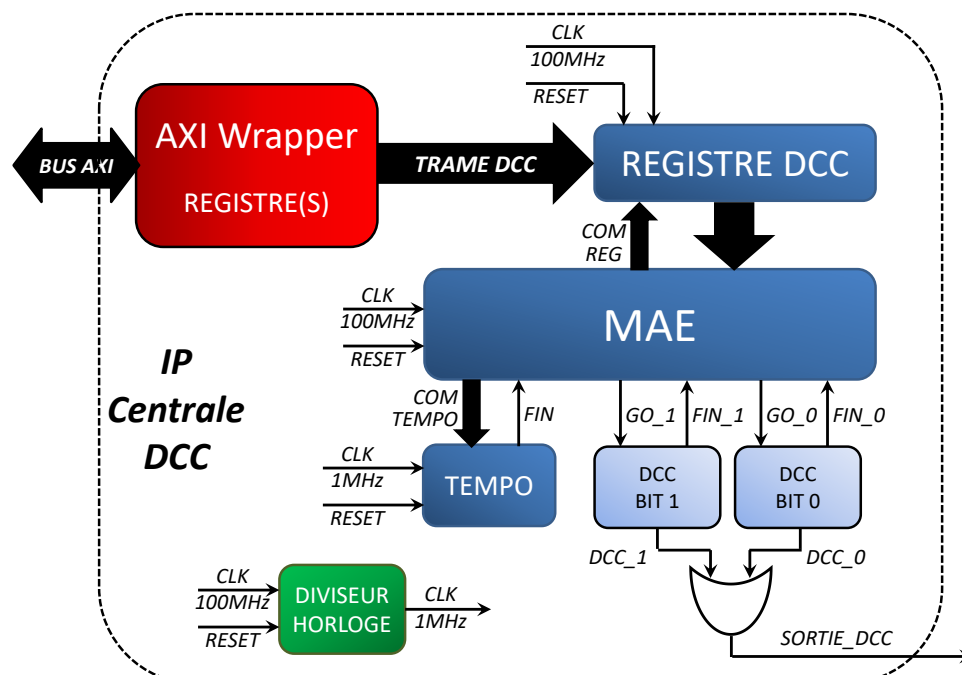

Figure 5 – l'IP Centrale DCC
La Figure 5 présente l'architecture interne de l'**IP Centrale DCC**.
- **Créer dans Vivado un block design (cf. TP2) pour réaliser le système de la Figure 5. Implémenter le design et générer le bitstream.**